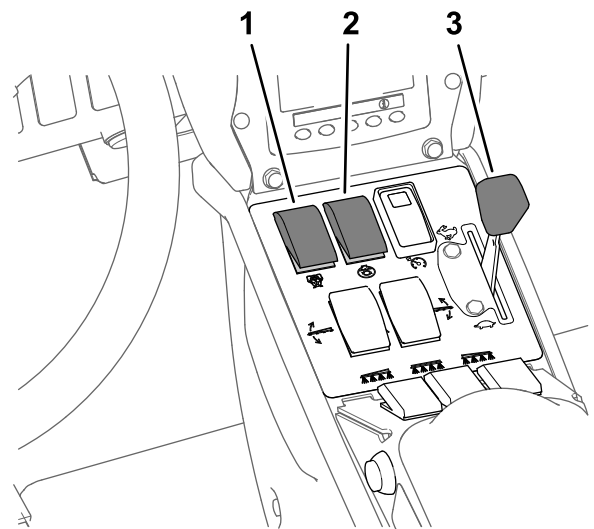

图 41
- 将搅拌开关和喷洒泵开关设定至开启位置 图 41。
- 将节流阀设定至快速位置 图 41。
注意 此程序假定喷洒泵是打开的请参阅 以喷洒率模式喷洒 \(页码 31\) 中的 图 41。
4. 调节节流阀到所需的发动机转速进行喷洒请参阅 以喷洒率模式喷洒 \(页码 31\) 中的图 41。